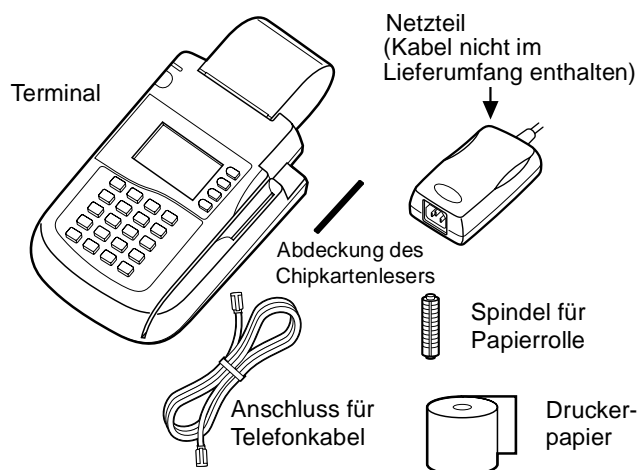

Abbildung 1 Omni 3350 Produktkomponenten
1. Öffnen Sie den Versandkarton, und prüfen Sie den Inhalt auf Vollständigkeit und Beschädigungen (Abbildung 1).